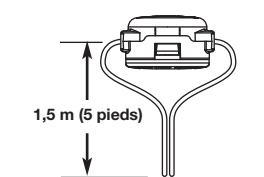

Fig. 17
- Prévoyez 3,2 m (10,5 pieds) de ligne de coupe. Poussez un bout de la ligne dans un des oeillets jusqu'à ce qu'elle ressorte par l'oeillet de l'autre côté. Continuez à pousser ou tirer sur la ligne jusqu'à ce que vous obteniez deux bouts d'environ 1,5 m (5 pieds) de chaque côté de la tête de coupe. (Fig. 17)